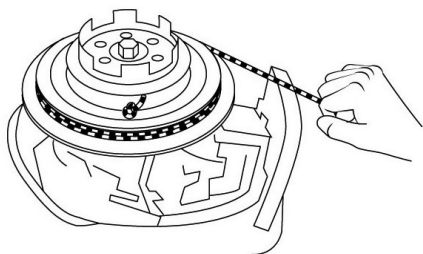

Рис. 42 Запуск двигателя
8. Завяжите на свободном конце шнура узел. Вставьте конец шнура с узлом в паз на маховике и намотайте шнур несколько раз вокруг маховика по часовой стрелке (Рис. 42).